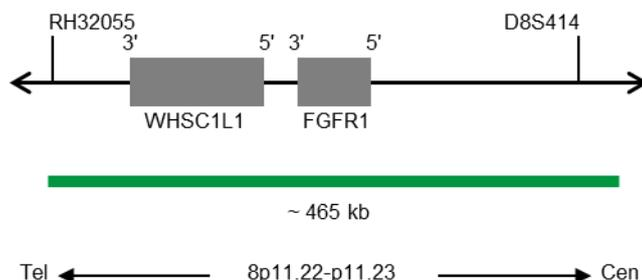

Fig. 1: SPEC FGFR1 Mapa da sonda (não à escala)
- Polinucleótidos marcados com ZyGreen (excitação 503 nm/emissão 528 nm) (~10,0 ng/ $\mu$ l), que têm como alvo sequências mapeadas em 8p11.22-p11.23\* (chr8:38,063,906-38,527,745) que albergam a região do gene FGFR1 (ver Fig. 1).
- Polinucleótidos marcados com ZyOrange (excitação 547 nm/emissão 572 nm) (~1,5 ng/ $\mu$ l), que visam sequências mapeadas em 8p11.1-q11.1 específicas para a região centromérica do satélite alfa D8Z2 do cromossoma 8 (ver Fig. 1).